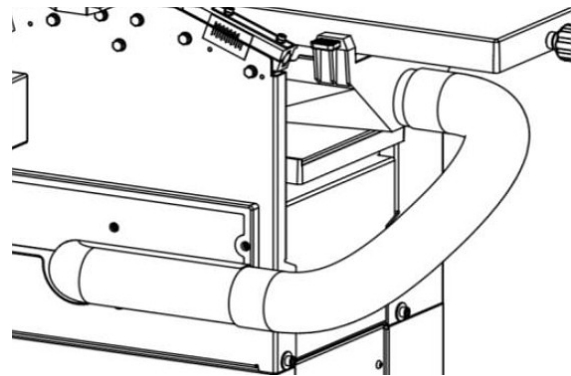

Fig.18: Conectar la manguera de aspiración
Paso 2: use una abrazadera de manguera para conectar la manguera de succión a la toma de aspiración del bastidor de la máquina y la toma de aspiración de la mesa de cepillado (Fig. 18).